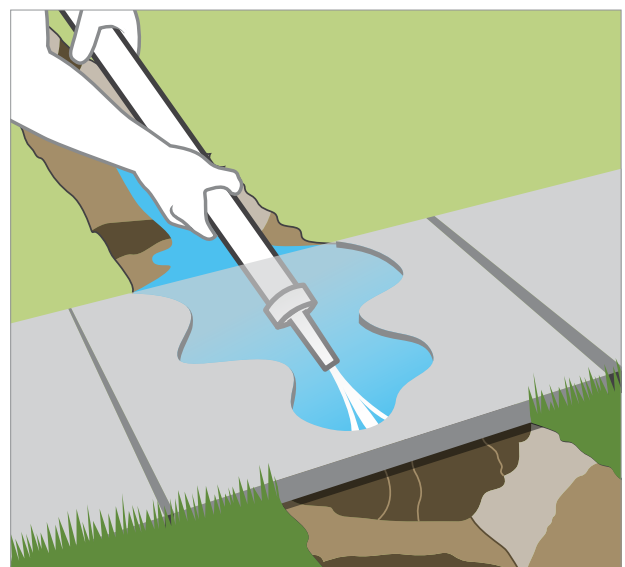

Abbildung 3
5. Installation eines Rohrs unter einem Gehweg oder einer Einfahrt: Spülmethode – Schließen Sie mit einem Rohr-Schlauch-Gewindeadapter ein Ende des Rohrs an einen Gartenschlauch an und montieren Sie am anderen Ende eine kleine Strahlschlauchdüse. Stellen Sie das Wasser an und spülen Sie unter dem Beton durch (*Abbildung 3*).